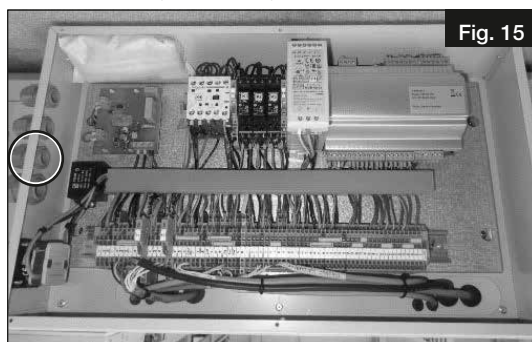

Fig. 15
2. Desserrer le presse-étoupe entouré et insérer le câble (voir Fig. 15).